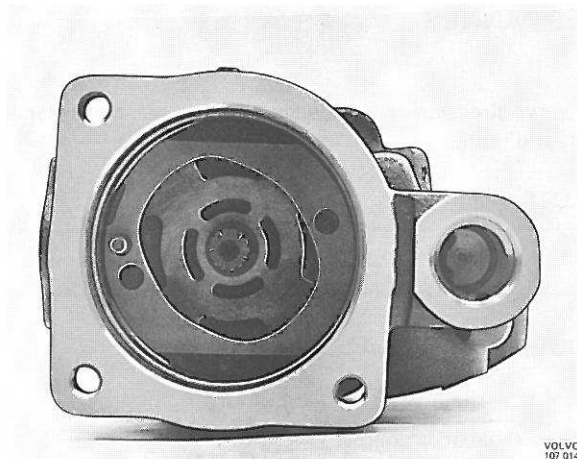

Figure 130. Pièce intermédiaire en place
7. Monter la pièce intermédiaire, figure 130: le petit trou sur la goupille et les deux autres trous devant les trous correspondants de la plaque.
8. Poser le joint torique (17) en place dans le corps de pompe.